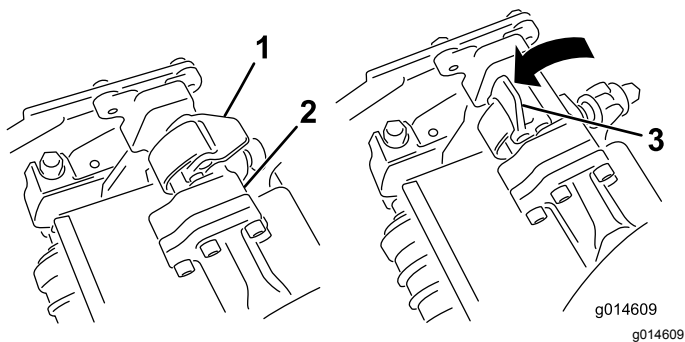

Bild 11
5. Die Riegel an der Aufhängearmstange müssen nach oben zeigen (d. h. offen) (Bild 11); drücken Sie den Aufhängearm dann so nach unten, dass die Stange über die Stange an der Oberseite des Mähwerks passt (Bild 12).
6. Drücken Sie die Riegel nach unten um die Schneideinheitstange herum und arretieren sie (Bild 11).